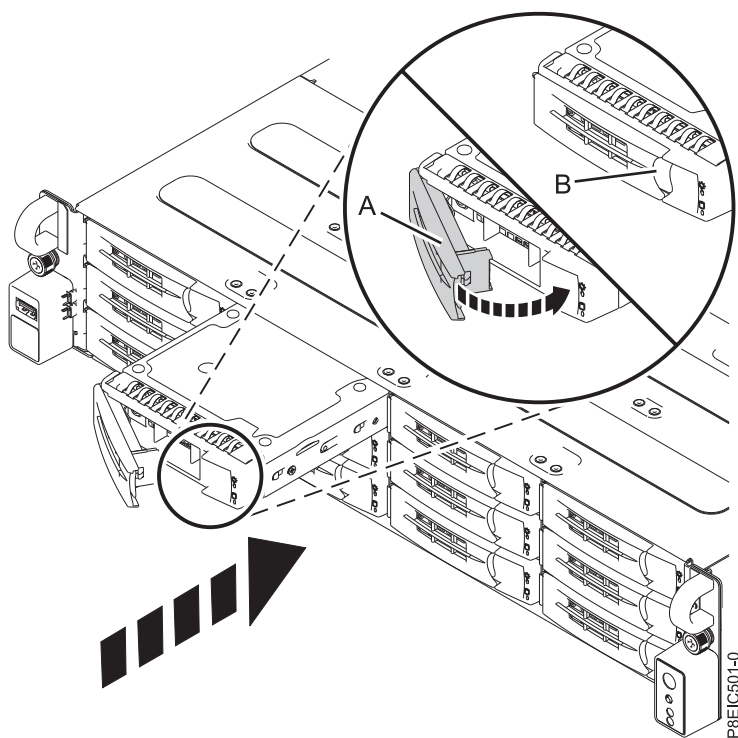

図 6. ドライブ・トレイのハンドルのロック
3. ドライブ・トレイの底面を持って、ドライブ・トレイの位置を合わせます。ドライブ・トレイをスライドさせて、システムの奥まで差し込みます。ドライブ・トレイのハンドル (A) が閉じ始めるまでドライブ・トレイを押し込んでから、ハンドルをロックするまで押し込みます (図 6 を参照)。